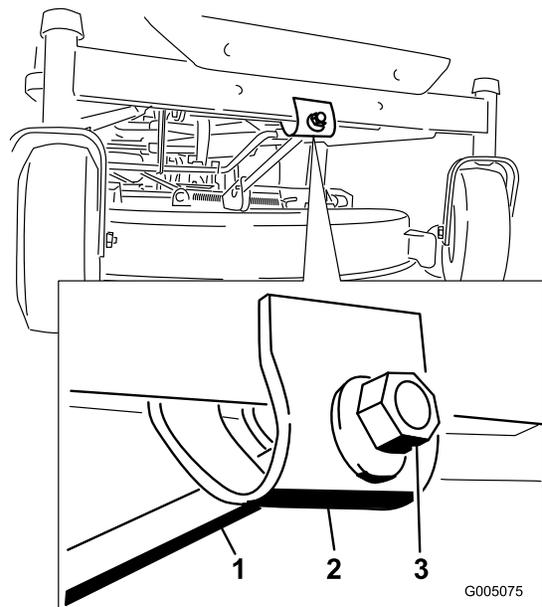

Bild 43
- Drehen Sie für das Einstellen der Schnittmesserneigung in Längsrichtung die Einstellmutter vorne am Mähwerk (Bild 43).